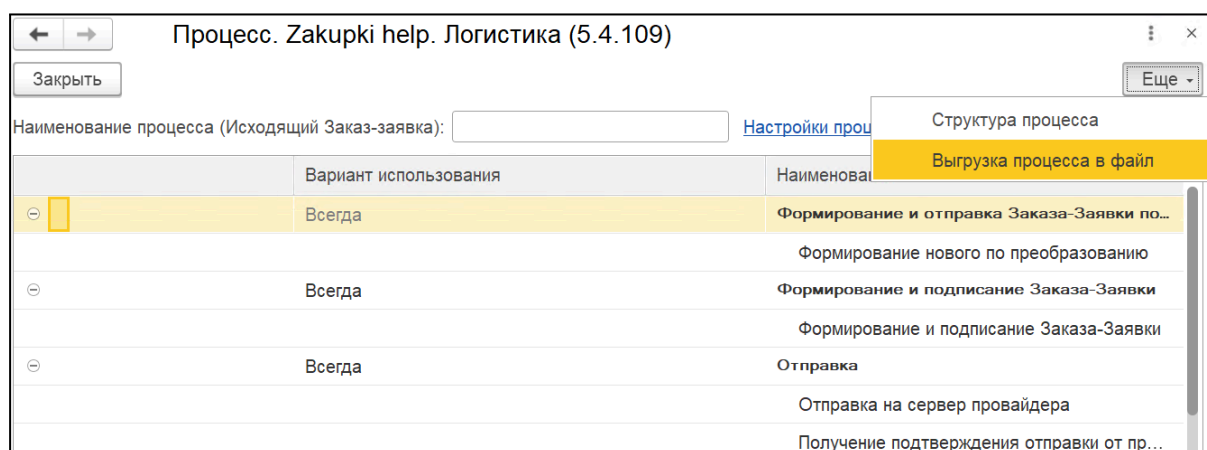

Рис. 65. Выгрузка процесса в файл
1. Откройте процесс и выберите пункт меню «Еще» → «Выгрузка процесса в файл» (рис. 65).